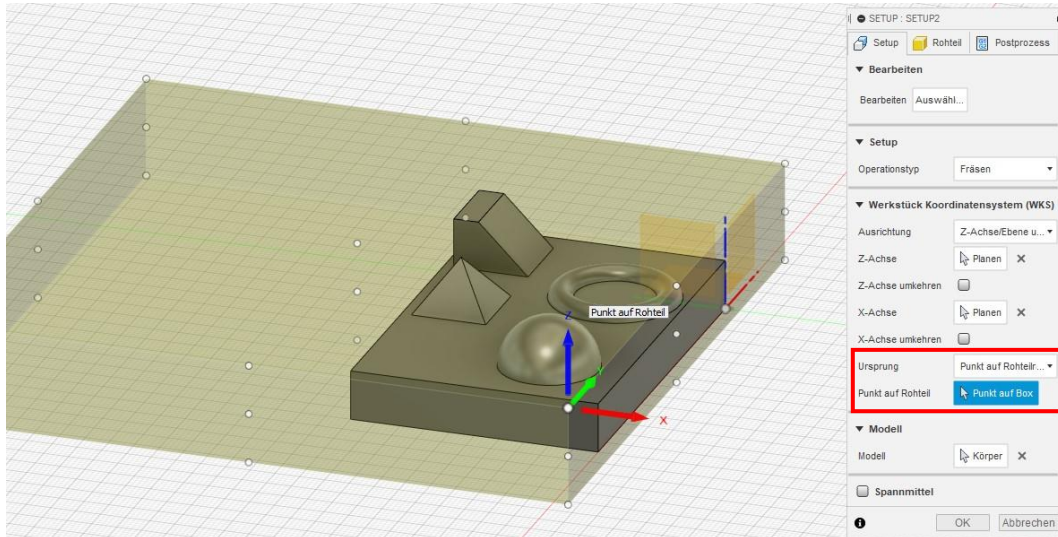

Abbildung 4: der Nullpunkt am oberen Eckpunkt auf negativer Y-Seite
- Den Nullpunkt am besten an einen oberen Eckpunkt der gelben Box auf negativer Y-Seite (Z-Achse zeigt weg von gelber Box, Y-Achse zeigt hin zur Box) legen (Abbildung 4). Dazu die Option *Punkt auf Rohteilrahmen* wählen. Dieser Punkt muss später manuell angefahren werden, damit die Maschine weiß, wo das WKS liegt. Negative Y-Seite darum, weil von dort aus der Bediener zuschaut. Dann wird es einfacher, die Maschine zu nullen.